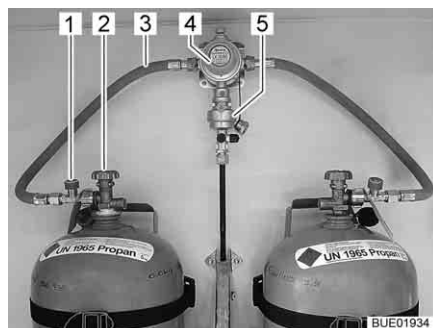
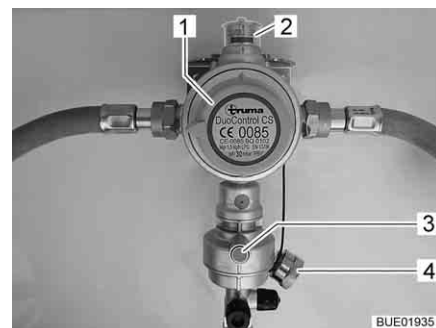
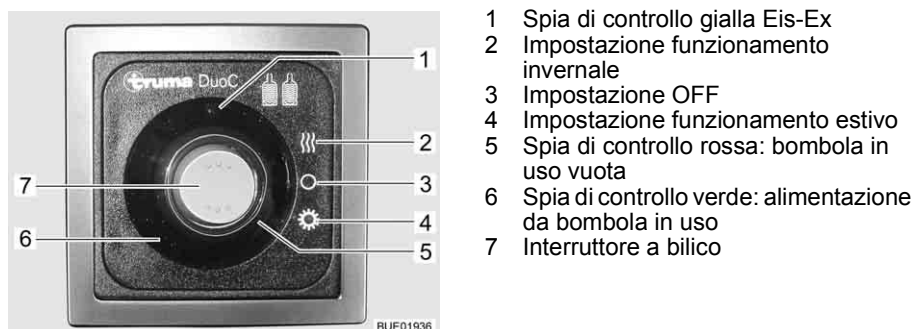

Fig. 92 Bombole del gas con DuoControl
Fig. 93 Impianto di regolazione DuoControl
Fig. 94 Centralina di controllo (DuoControl)
L'impianto di regolazione DuoControl consiste in una valvola di commutazione (Fig. 92,4) e un sensore crash (Fig. 92,5). L'impianto di regolazione DuoControl è installato tra i tubi flessibili del gas (Fig. 92,3) con un dispositivo antirottura del tubo flessibile (Fig. 92,1). Con la manopola (Fig. 93,1) sulla valvola di commutazione è possibile stabilire quale delle bombole del gas viene utilizzata come bombola in uso e quale come bombola di riserva.
Nella finestra di controllo (Fig. 93,2) viene visualizzato lo stato del rifornimento di gas:
Il funzionamento con una sola bombola del gas è consentito, ma in questi casi il collegamento aperto deve essere assolutamente chiuso con una copertura cieca (Fig. 93,4).
Sensore crash Il sensore crash blocca l'alimentazione del gas in caso di forti vibrazioni (es. incidente). Il sensore crash viene azionato mediante pressione del tasto reset verde (Fig. 93,3).
Dispositivo antirottura del tubo flessibile Il dispositivo antirottura del tubo flessibile (Fig. 92,1) blocca il flusso di gas quando il tubo flessibile collegato si rompe. Il dispositivo antirottura del tubo flessibile deve essere attivato premendo il tasto verde.
Centralina di controllo Tramite la centralina di controllo (Fig. 94) è possibile attivare e disattivare l'alimentazione del gas tramite l'impianto di regolazione DuoControl. Le valvole principali di arresto (Fig. 92,2) delle bombole del gas e i rubinetti di arresto del gas degli apparecchi devono essere aperti manualmente.
È possibile passare dal funzionamento estivo a quello invernale tramite l'interruttore a bilico (Fig. 94,7) della centralina di controllo.
Le due spie di controllo sulla centralina di controllo indicano il livello di riempimento della bombola in uso. Quando la spia di controllo verde (Fig. 94,6) è accesa, la bombola in uso è sufficientemente piena. Se è accesa la spia di controllo rossa (Fig. 94,5), la bombola in uso è vuota. Il rifornimento di gas avviene poi tramite la bombola di riserva.
- Con la manopola (Fig. 93,1) sulla valvola di commutazione selezionare la bombola del gas, da cui proviene la principale alimentazione del gas (bombola in uso). Girare la manopola fino all'arresto.
- Aprire le valvole principali di arresto (Fig. 92,2) delle bombole del gas.
- Premere il tasto verde del dispositivo antirottura del tubo flessibile (Fig. 92,1). Nella finestra di controllo (Fig. 93,2) viene visualizzato il simbolo verde.
- Sulla centralina di controllo (Fig. 94) attivare l'impianto di regolazione DuoControl. Posizionare l'interruttore a bilico (Fig. 94,7) su funzionamento invernale (Fig. 94,2) oppure su funzionamento estivo (Fig. 94,4). La spia di controllo gialla Eis-Ex (Fig. 94,1) si accende quando si seleziona il funzionamento invernale.
- Portare l'interruttore a bilico (Fig. 94,7) nella posizione OFF (Fig. 94,3). Le spie di controllo si spengono.
- Chiudere le valvole principali di arresto (Fig. 92,2) delle bombole del gas.
Se la spia di controllo verde (Fig. 94,6) si spegne durante il funzionamento e la spia di controllo rossa (Fig. 94,5) si accende, significa che la bombola in uso è vuota e deve essere sostituita. Nella finestra di controllo (Fig. 93,2) viene visualizzato il simbolo rosso. La bombola di riserva continua ad alimentare le utenze a gas.
- Ruotare di mezzo giro la manopola (Fig. 93,1) in direzione della bombola del gas utilizzata. In questo modo questa bombola del gas ora è la bombola in uso, mentre la bombola del gas vuota diventa la bombola di riserva. Il simbolo nella finestra di controllo (Fig. 93,2) passa da rosso a verde.
- Chiudere la valvola principale di arresto (Fig. 92,2) della bombola del gas vuota. Osservare la direzione della freccia.
- Premere il tasto verde del dispositivo antirottura del tubo flessibile (Fig. 92,1).